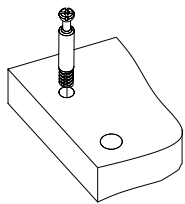
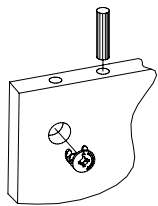

Рис.1
Рис.2
1. Подготовьте детали к сборке. Вкрутите шпильки минификсов в детали 1, 3, 4 (Рис. 1). Вставьте головки минификсов и шканты в детали 2, 3, 4, 5, 6 (Рис. 2).